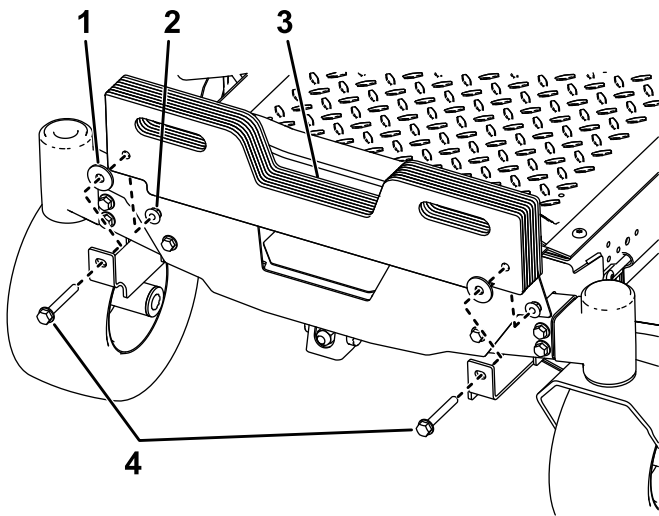

**Figure 4**
1. Fixez les supports de montage des masses sur le dessous du cadre au moyen de 2 boulons ( $\frac{3}{8}$ " x 1") et 2 contre-écrous ( $\frac{3}{8}$ "), comme montré à la Figure 4.